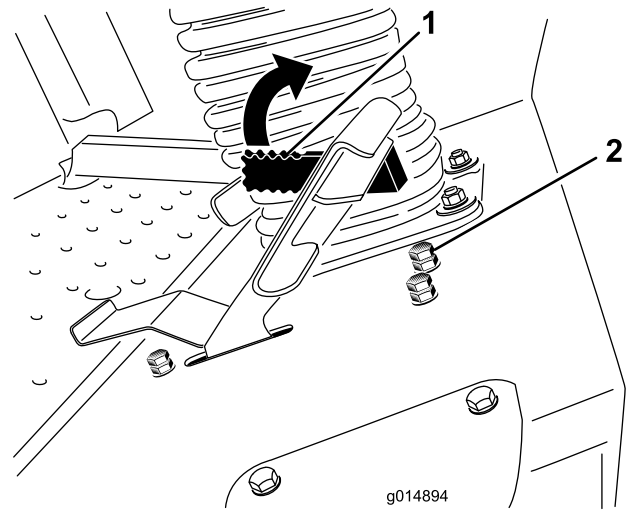

Figure 52
- Desserrez l'écrou de blocage sur le boulon d'arrêt du limiteur de vitesse (Figure 52).
Le levier limiteur de vitesse (Figure 52) peut être basculé en avant pour limiter la vitesse de déplacement pendant la marche.